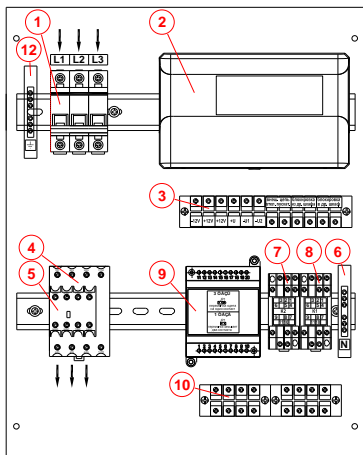

Рис. 2. Внешний вид монтажной панели исполнений ШУЭ-5,5-ХРА6...ШУЭ-30-ХРА6
Для ШУЭ-5,5-ХРА6... ШУЭ-30-ХРА6 подключите ноль электрической сети переменного тока (N) и нулевой провод внешней нагрузки к клеммной колодке (6) (см. рисунок 2).